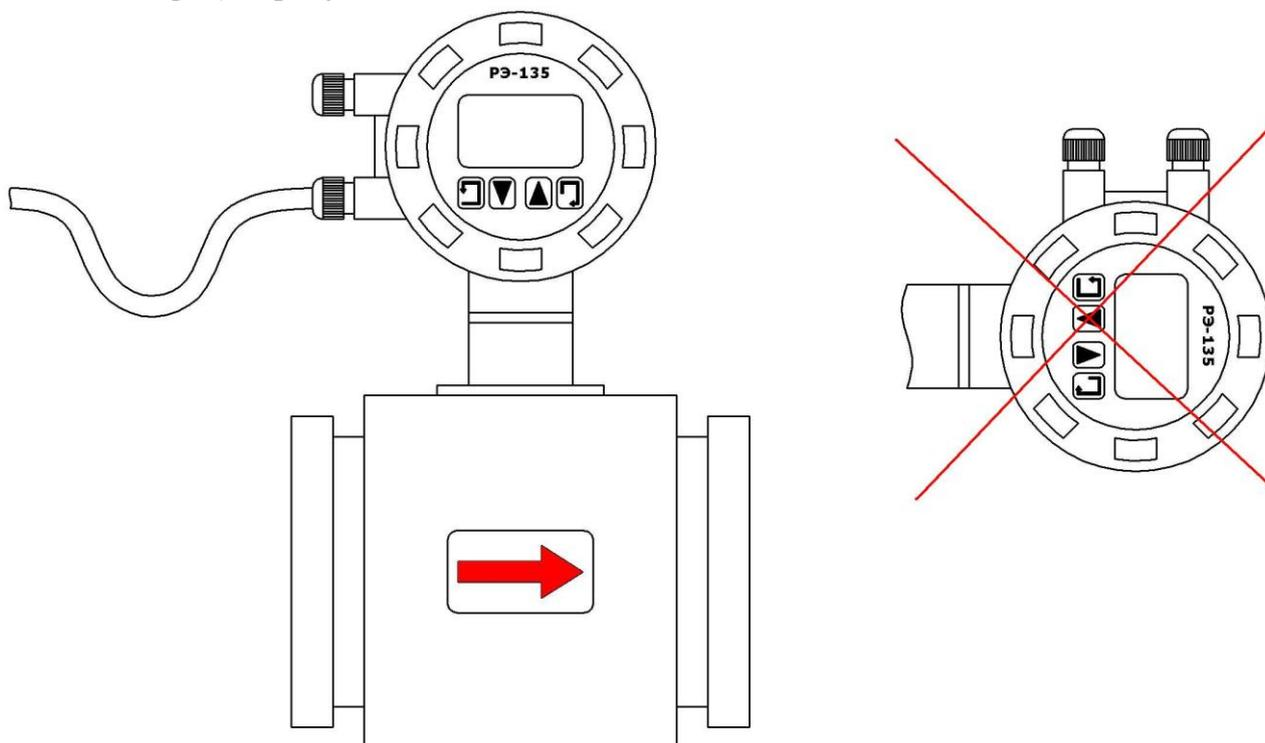

Рисунок 2.12 – Рекомендации по расположению кабелей и кабельных вводов
- непосредственно перед кабельным вводом кабель должен иметь U-образную петлю для того, чтобы исключить попадание жидкости в электронный блок при стекании ее по кабелю (см. **рисунок 2.12**);
- не следует монтировать расходомер таким образом, чтобы кабельные вводы располагались вертикально вверх (см. **рисунок 2.12**).